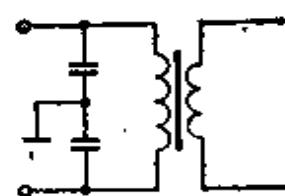

图 12-12
(3) 电源变压器初级加电容器，如图12-12。电容容量在 $240\text{pF}\sim0.1\mu\text{F}$ 间选用，耐压值应大于400伏。注意：这里的电容容量不宜选得太大，否则手碰到公共地线时有显著的麻手感觉。